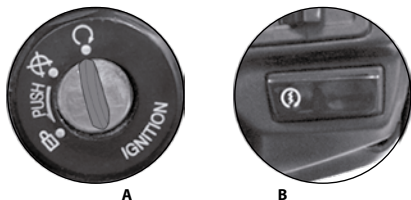

Imagen 23. Encender el motor.
4. Girar la llave a la posición . Ver imagen 23-A.
7. Oprimir el interruptor de arranque eléctrico para dar marcha al motor. Ver imagen 23-B.